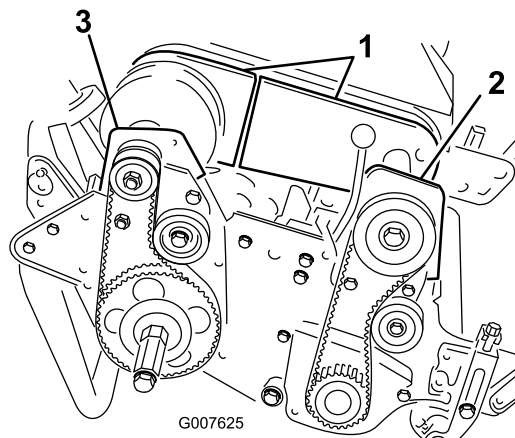

Figura 45
4. Retire los pernos que sujetan las secciones delantera y trasera de la cubierta del diferencial al alojamiento del diferencial, y separe las secciones para dejar expuesta la correa (Figura 45).
6. Retire los 2 pernos y contratuercas que sujetan el alojamiento delantero del embrague a la chapa lateral (Figura 45).
8. Retire los 2 pernos y contratuercas que sujetan el alojamiento del cojinete trasero derecho a la chapa lateral (Figura 45).